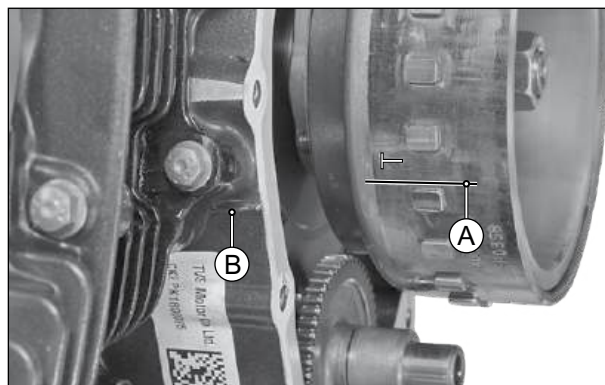

Fig. 3.182
- Gire o conjunto do rotor e posicione a marca PMS (T) (A) no conjunto do rotor com a marca (B) no conjunto da carcaça do motor do lado esquerdo. (Fig. 3.182)